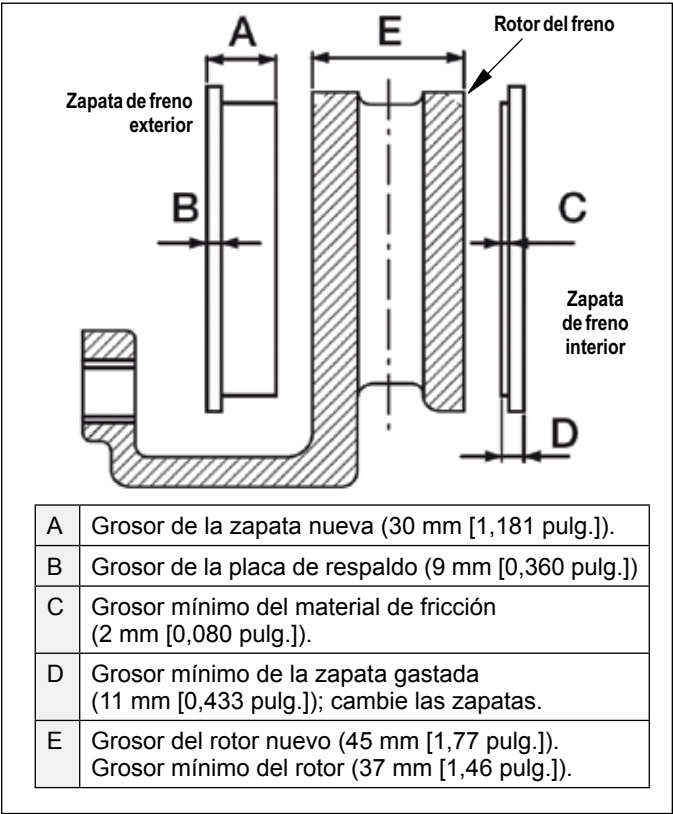

FIGURA 22 - DIMENSIONES DE LAS ZAPATAS Y EL ROTOR
Consulte la figura 22 para ver las dimensiones iniciales de las zapatas de los frenos y el rotor, al igual que las dimensiones mínimas aceptables.
4.3.1 Consulte la figura 22. Si el grosor del material de fricción, dimensión “C”, es menor que 2 mm (0,080 pulg.), se deben reemplazar las zapatas.
4.4.1 Mida el grosor del rotor de los frenos en su punto más delgado (la dimensión “E” en la figura 22). Evite medir cerca del borde del rotor, ya que las rebabas menores pueden resultar en una medición incorrecta. Reemplace el rotor cuando el grosor mínimo sea de 37 mm (1,46 pulg.).